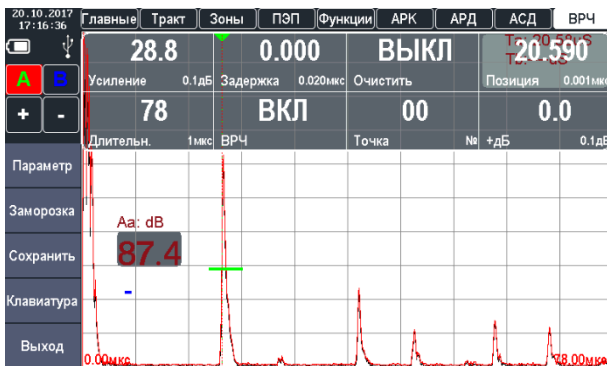

Рисунок 2.36 – Выбор первой точки ВРЧ
8. Выбрать значение точки (по умолчанию 00) для первого отраженного сигнала и установить ее позицию (параметр «ПОЗИЦ.») на развертке по вершине импульса (рис. 2.36).